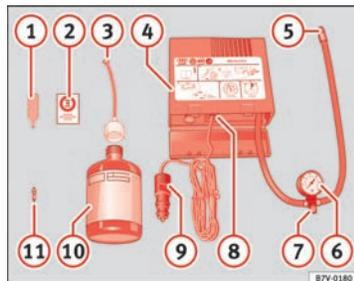

Fig. 135 Componenti del kit di riparazione pneumatici
- ② Etichetta adesiva con indicazione della velocità „max. 80 km/h“, oppure „max. 50 mph“
- ③ Tubo flessibile di riempimento con tappo di chiusura
- ④ Compressore
- ⑤ Tubo flessibile per gonfiare i pneumatici
- ⑥ Manometro di gonfiaggio del pneumatico
- ⑦ Vite per far uscire l'aria
- ⑧ Interruttore
- ⑨ Connettore del cavo a 12 Volt ⇒ pagina 123
- ⑩ Bomboletta con sigillante
- ⑪ Valvola di scorta
L'estrattore delle valvole ① ⇒ fig. 135 ha una fessura nell'estremità inferiore con cui si innesta nello stelo della valvola. Solo in questo modo è possi-
- Attaccare l'etichetta adesiva ② ⇒ fig. 135 ⇒ pagina 212 sul cruscotto nel campo visivo del conducente.
- Aiutandosi con l'estrattore di valvole ① svitare lo stelo della valvola e conservarla su una base pulita (panno, carta, ecc.)
- Agitare con forza la bomboletta con il sigillante ⑩ ⇒ fig. 135 ⇒ pagina 212 varie volte.
- Fissare il tubo flessibile di gonfiaggio ③ nella bomboletta ⑩. La linguetta nella chiusura si perforerà automaticamente.
- Togliere il tappo di chiusura del tubo flessibile di gonfiaggio ③ e inserire completamente l'estremità aperta nella valvola del pneumatico.
- Tenendo la bomboletta ⑩ capovolta, scaricame l'intero contenuto nel pneumatico.
- Avvitare nuovamente l'asta della valvola nella valvola del pneumatico, utilizzando l'estrattore delle valvole ①.
- Avvitare il tubo per gonfiare il pneumatico ⑤ ⇒ fig. 135 ⇒ pagina 212 fermamente nella valvola del pneumatico.
- Accertarsi che la vite di scarico ⑦ sia chiusa.
- Inserire la spina ⑨ nella presa di corrente da 12 volt.
- Collegare il compressore dell'aria tramite l'interruttore ⑧.
- Lasciare acceso il compressore fino a che raggiunge una pressione di 2,0 – 2,5 bar. Il tempo di servizio max del compressore è di 8 minuti ⇒ ⑪!
- Se non è possibile raggiungere una pressione di 2,0 – 2,5 bar, svitare il tubo flessibile ⑤ dalla valvola del pneumatico.
- Avvitare nuovamente il tubo flessibile ⑤ nella valvola del pneumatico e ripetere la procedura di gonfiaggio.